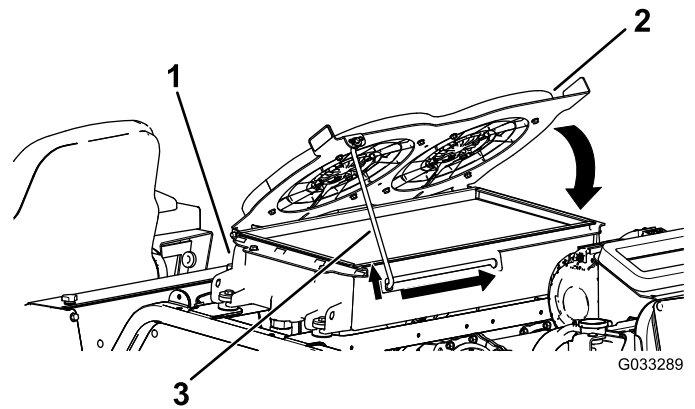

Figura 117
4. Gire hacia abajo los ventiladores de refrigeración del sistema hidráulico, y enganche la varilla de sujeción en la muesca (Figura 117).